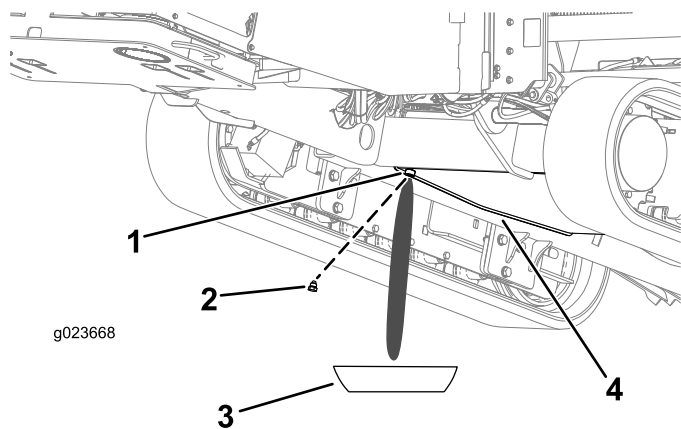

Рисунок 94
3. Ослабьте сливную пробку, пока из отверстия не начнет выходить вода и осадок (Рисунок 94).